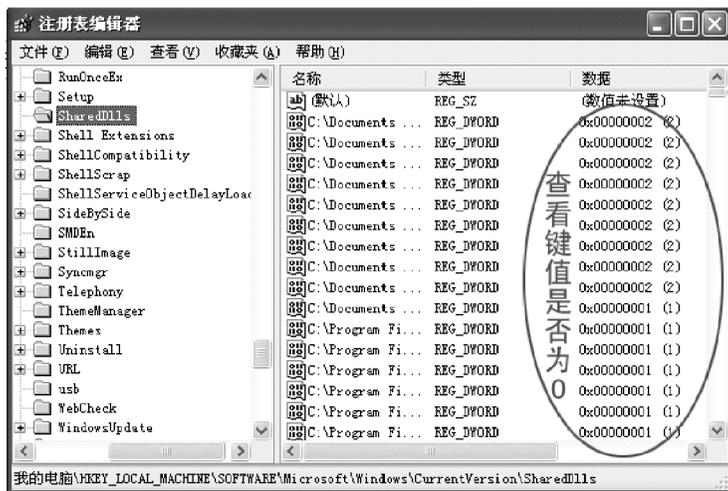

图 3-122 删除多余的 DLL 文件信息界面
3) 删除多余的 DLL 文件信息方法。DLL (DLL extension) 即动态链接程序库文件的扩展名。通过注册表清理动态链接库，可以直接提高系统的运行效率。其操作方法是：在注册表编辑器中依次打开“HKEY_LOCAL_MACHINE→SOFTWARE→Microsoft→Windows→CurrentVersion→SharedDLLs”子键分支，直到出现如图 3-122 所示的界面。在该界面的右侧窗口中可以看到 DLL 文件信息，拖动滚动条查看其所有键值是否为 0，若全部为 0，则说明该 DLL 文件信息对于系统来说已经没有用处，将该键值删除就可以达到删除 DLL 文件信息的目的。